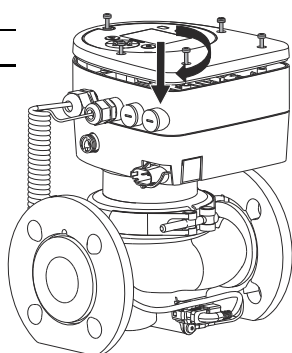

Рис. 12 Закрытие передней крышки
11. Закройте переднюю крышку и затяните винты. См. рис. 12.
- Закройте переднюю крышку и затяните винты. См. рис. 12.